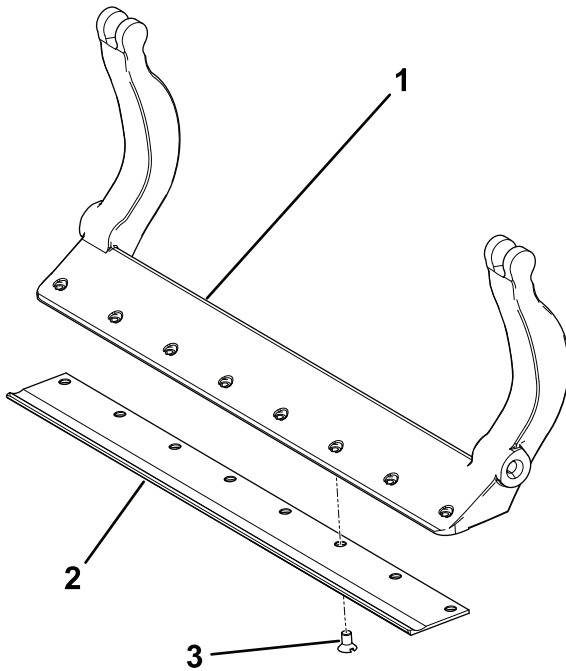

図 35
3. ベッドナイフ固定ボルトに固着防止パウンドを塗ってベッドナイフをベッドバーに固定する 図 35。
1.15 kg.m=10 in-lb にトルク締めする 図 35 を参照。
- B. ベッドナイフの中央から交互に左右に、各ねじを 23-28 N·m 2.3-2.9 1 kg.m = 200-250 in-lb にトルク締めする 図 35 を参照。